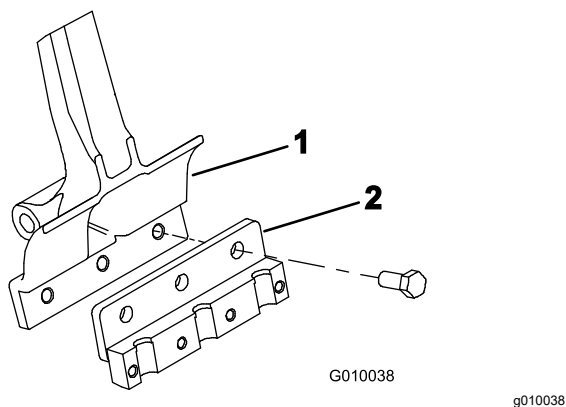

图 24
3. 用 3 个螺栓  $\frac{1}{2} \times 1\frac{1}{4}$  英寸将打孔针夹头固定到各个打孔针臂图 24。上紧螺栓扭矩至 101.6N·m。